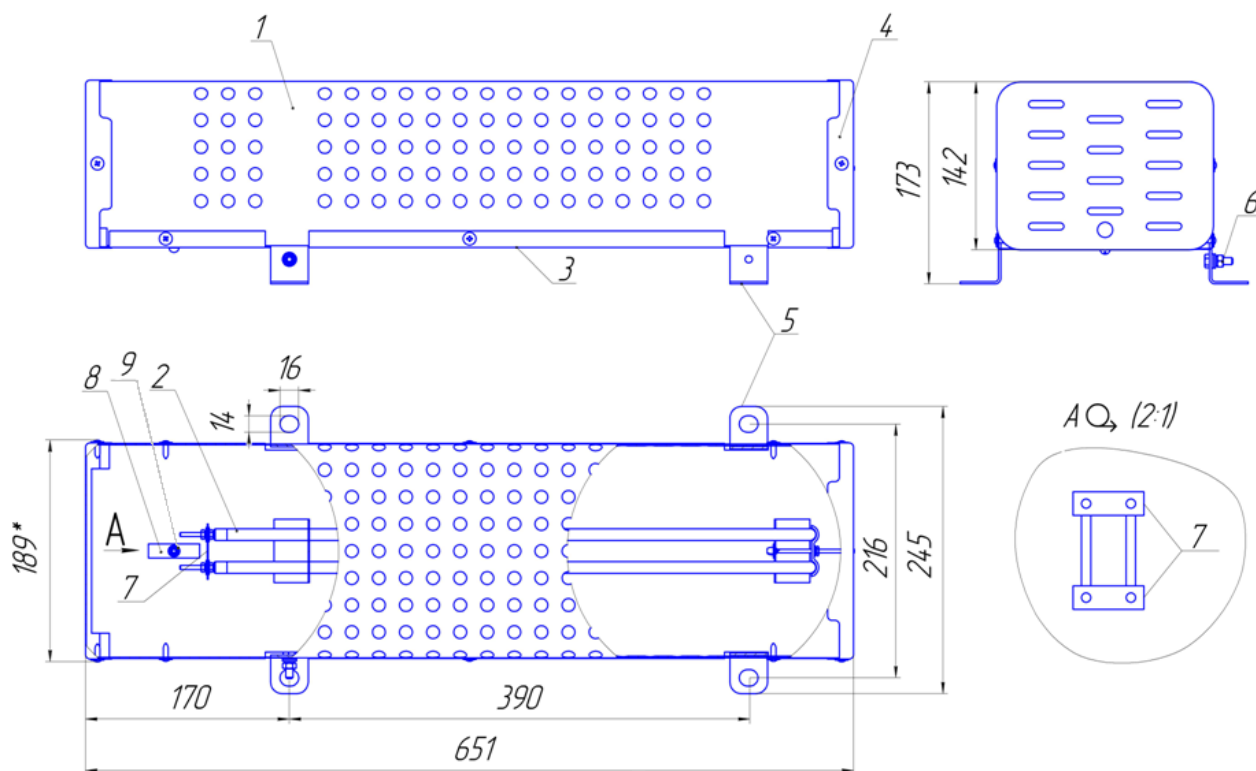

Рисунок 1 - Общий вид печи
- для переносных изделий - через 3-х полюсную розетку с заземляющим контактом, установка которой при ее отсутствии производится специализированной организацией, при этом зачищенный конец жилы заземления шнура (желто-зеленого цвета) ставится под скобу поз.8 (см. рис.1);
5.1 Печь представляет (см. рис. 1) собой кожух 1, внутри которого расположены трубчатые электронагревательные элементы 2 (ТЭН), установленные на дне 3. Кожух выполнен из листовой перфорированной стали, имеет четыре ножки 5 с болтом заземления б на одной из ножек. Печь
5.4 Жилы шнура питания зачистить на длине 25 мм, скрутить в кольцо Ø4,3мм, облудить, установить на контактные выводные шпильки ТЭН (имеющие резьбу М4) с прокладкой с двух сторон плоских шайб, затем установить пружинную шайбу - гровер и затянуть гайкой М4 (крепёж поставляется с печью). Допускается применять кольцевые контактные наконечники с обеспечением их надёжной обжимки на токоведущих жилах шнура. При применении 2-х полюсной вилки шнура к болту заземления 6 (рис.1) подводится провод заземления. При применении 3-х жильного шнура с вилкой, имеющей боковые заземляющие контакты, защищенный конец жилы заземления шнура (желто-зеленого цвета) ставится внутри печи под скобу 8 и внутренний болт заземления 9. При обоих типах шнуров необходимо скобой 8 зажимать шнур внутри печи.